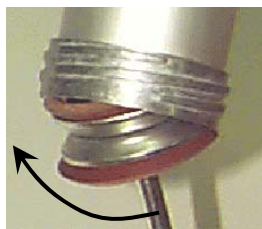

Рис. 3.
2. Вращать корпус под углом, показанным на рис.3.